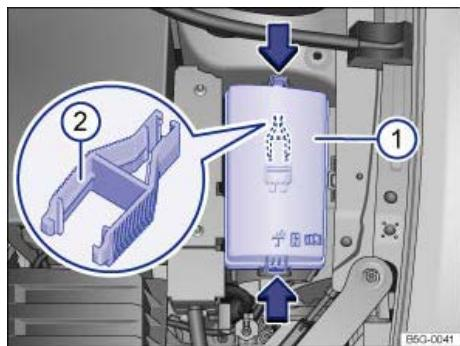

Abb. 302 Im Motorraum: Abdeckung (1) des Sicherungskastens mit Kunststoffzange (2).
- Verriegelungstasten in Pfeilrichtung drücken, um die Abdeckung des Sicherungskastens Abb. 302\(1\) zu entriegeln.
An der Innenseite der Abdeckung des Sicherungskastens im Motorraum kann sich eine Kunststoffzange Abb. 302\(2\) zum Herausziehen von Sicherungen befinden.